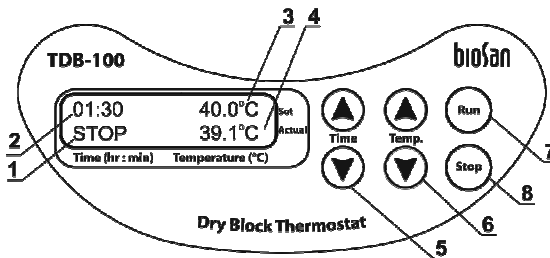

Abb. 1 Steuerung
- 4.3. **Temperatureinstellung.** Benutzen Sie die Tasten ▼ und ▲ **Temp.** (Abb.1/6), um die gewünschte Temperatur einzustellen (Abb.1/3). Wenn Sie die Taste länger als 2 Sek gedrückt halten, wird die Schrittweite erhöht.
- 4.4. Erwärmung des Heizblocks. Die aktuelle Temperatur wird in der unteren Zeile des Displays angezeigt (Abb. 1/4).
Benutzen Sie die Tasten **▲** und **▼Time** (Zeit) (Abb. 1/5), um die gewünschte Probeninkubationszeit (hr:min) in Stunden und Minuten einzustellen. Wenn Sie die Taste länger als 2 Sek gedrückt halten, wird die Schrittweite erhöht. Die eingestellte Geschwindigkeit wird in der oberen Zeile des Displays angezeigt (Abb. 1/2).
4.7. Drücken Sie die Taste **Run** (Laufen), (Abb. 1/7), um den Timer zu starten. Die verstrichene Zeit wird in der unteren Zeile des Displays angezeigt (Abb. 1/1).
4.8. Sobald die eingestellte Zeit verstrichen ist, sendet der Timer ein akustisches Signal, und auf dem Display erscheint die blinkende STOP-Anzeige. Drücken Sie Taste **Stop** (Abb. 1/8), um das Signal auszuschalten.
Das Stoppen des Timers stoppt nicht den Aufheiz- bzw. Temperatúraufrechterhaltungsvorgang. Das Aufheizen wird gestoppt, wenn Sie mithilfe der Taste **▼ T, °C** (Abb. 1/6) die Temperatur unter 25°C reduzieren (AUS-Anzeige erscheint auf dem Display, Abb. 1/3).